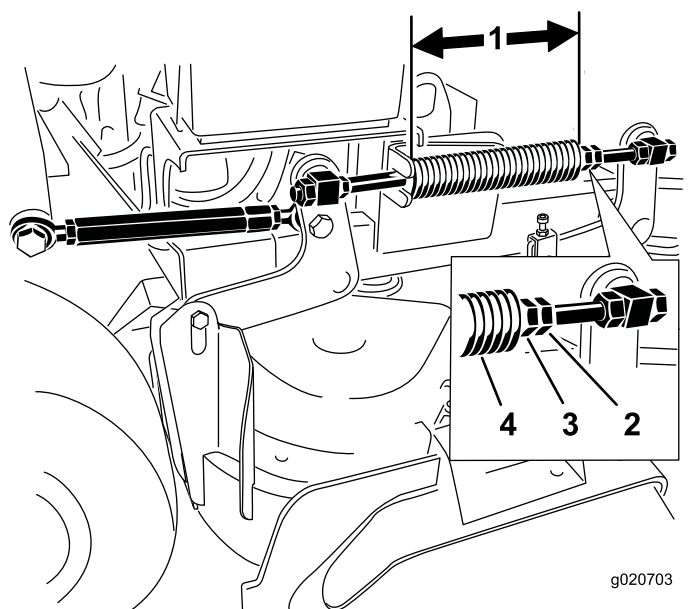

Figura 87
Nota: La lunghezza nominale è di 28,2 cm per piatti di taglio da 91 cm, e di 25,7 cm per piatti di taglio da 102 cm (Figura 87).
3. Regolate questa distanza allentando il controdado per molla e girando il dado davanti ad ogni molla (Figura 87).
4. Bloccate il dado serrando il controdado della molla (Figura 87).